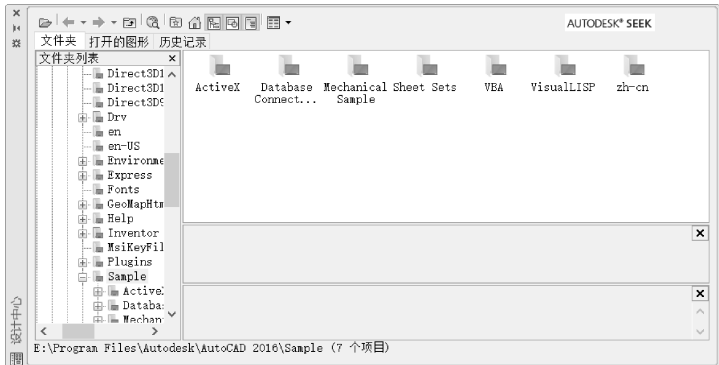

图 10-11 “设计中心”窗口
执行命令后，打开“设计中心”窗口，如图 10-11 所示。
- “文件夹”选项卡：用于显示出文件夹，如图 10-11 所示。